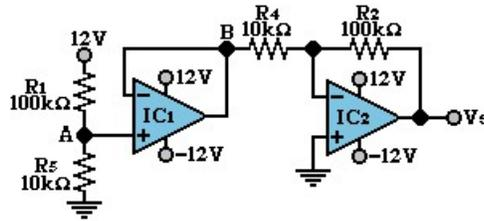
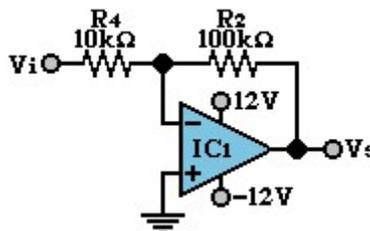

Figura 1.1
Figura 1.2
- Arme el circuito de la figura 1.1.
- Arme el circuito de la figura 1.2. Con una señal senoidal de 250mV_{pp} y una frecuencia de 1kHz.
- Regrese a la señal senoidal e intercambie las resistencias R₂ y R₄ de la figura 1.2. Observe y dibuje Vi y Vs, acotándolas debidamente.
1. Porque se conecta IC_1 en la figura 1.1 y en la figura 1.2 no se utiliza.
2. Basándose en las formas de onda obtenidas para V_i y V_s con los circuitos de la figura 1.2 y 1.3, determiné qué configuración son.